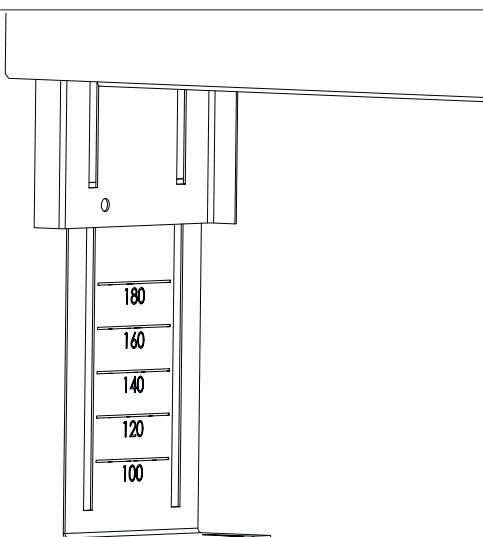

Fig. 7: Marquage de la hauteur
- Ajuster les pieds du coffret pour pose en applique à la hauteur souhaitée. Respecter la hauteur de la chape lors de l'ajustage des pieds. La surface de la chape devrait se situer au moins 1 cm au-dessus du bord inférieur du cache pour chape. Un marquage de la hauteur apparaît en extrayant le pieds (voir Fig. 7 en page 30). Les dimensions indiquent la distance entre le plancher et le bord inférieur du cache pour chape. Ajuster les pieds en desserrant les écrous papillons et les fixer en serrant les écrous papillons.